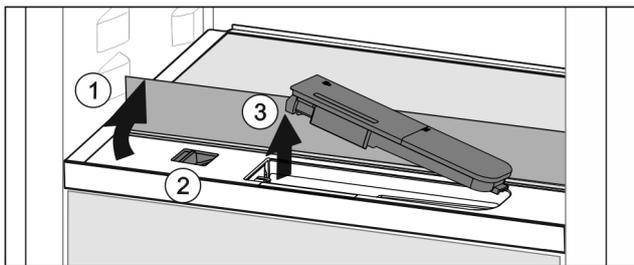

Fig. 164
- ▶ Sollevare il ripiano di vetro e ribaltarlo all'indietro fino all'arresto Fig. 164 (1).
- ▶ Spostare il cursore Fig. 164 (2) a sinistra.
- ▶ Rimuovere il serbatoio dell'acqua Fig. 164 (3).